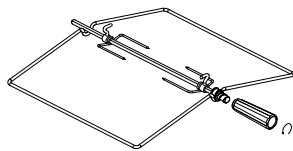
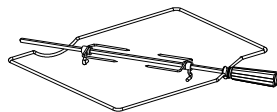

рис. 11
рис. 12
- Электрошкаф может комплектоваться вертелом со съемной рукояткой (рис.11). В зависимости от комфортности, электрошкафы могут комплектоваться вертелами другого исполнения (рис.12). При установке и извлечении вертела использовать рукоятку, которая накручивается на резьбовую втулку.